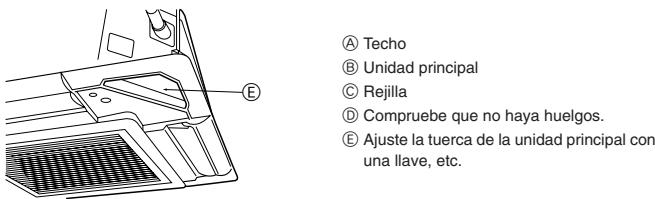

Fig. 5-7
5.4.3. Fijación de la rejilla (Fig. 5-7)